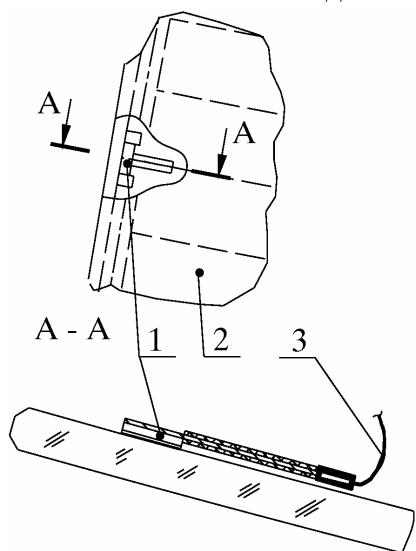

Рис. 6. Отсоединение проводов от штекерных разъемов электрообогревателя стекла окна задка:
5.2. Отсоединить провода 3 (рис. 6) от двух штекерных разъемов 1 электрообогревателя стекла 2 окна задка.